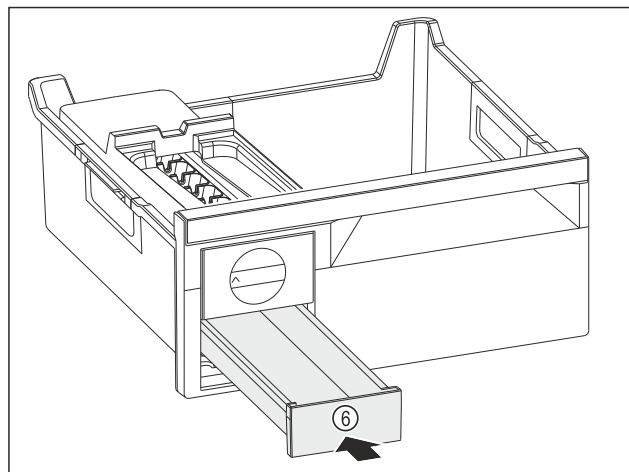

Fig. 81
- ▶ Inșerați sertarul pentru cuburi de gheață Fig. 81 (6).